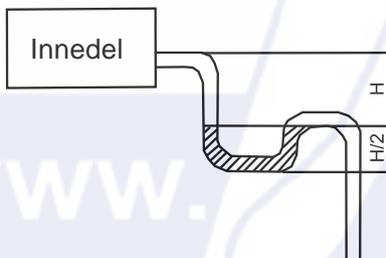

Fig. 21
- (4). Om kondensvattenröret inte kan hålla tillräcklig lutning, måste det förses med ett uppåtgående rör till avledningsstammen (ej medlevererad).
- (5). Om luftflödet är högt hos inomhusdelen kan det orsaka ett negativt tryck som resulterar i baksug. Därför måste man utföra vattenlås (U-format) på kondensutgångens sida på inomhusdelen (Fig. 21).
- (6). Installera ett vattenlås för varje aggregat.
- (7). Placeringen av vattenlåset ska vara lätt åtkomligt för rengöring.